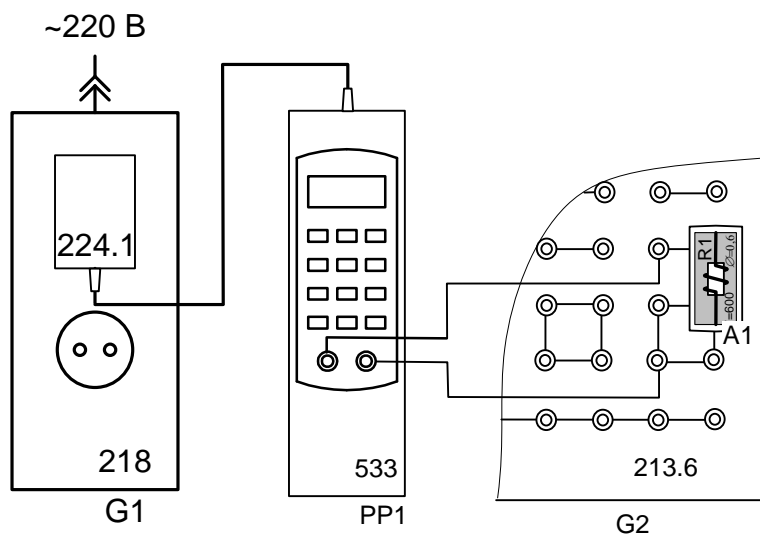

Рис. 2.1. Схема электрическая соединений для измерения сопротивлений образцов
Схема электрическая соединений приведена на рис. 2.1. Для удобства присоединения миниблока с испытываемым проводником к измерителю Е7-22 используется наборное поле блока генераторов напряжений (код 213.2)
- Соедините аппаратуру в соответствии со схемой электрической соединений (рис.2.1). При этом миниблок «R1» установите в наборную панель и подключите его к измерителю R, L, C. Подключите блок питания 224.1 к разъему на верхней стороне корпуса прибора E7-22. Вилку блока питания подключите к свободной розетке однофазного источника питания (218).